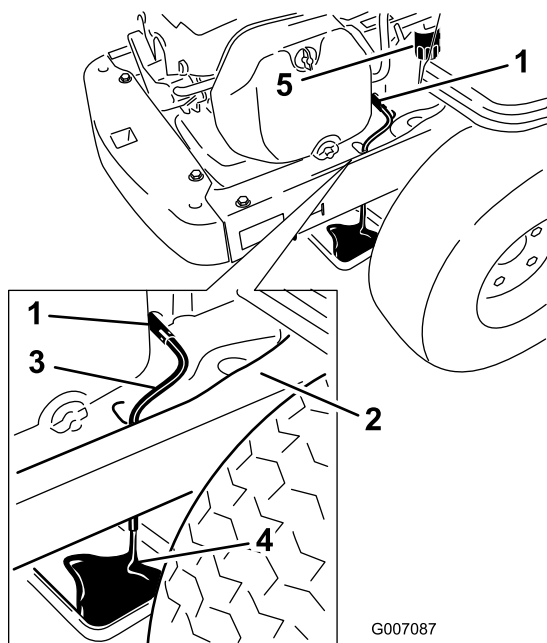

Figura 38
7. Collocate un vassoio raccoglitore sotto la macchina in coincidenza con il tubo di spurgo (Figura 38).
8. Girate la valvola di spurgo di 1/4 di giro in senso antiorario per aprirla e lasciate defluire l'olio (Figura 38).
11. Rimuovete il vecchio filtro e pulite lo spessore di montaggio (Figura 38).
13. Rimuovete il tubo di spurgo dell'olio e tergete l'olio superfluo presente sul telaio (Figura 38).